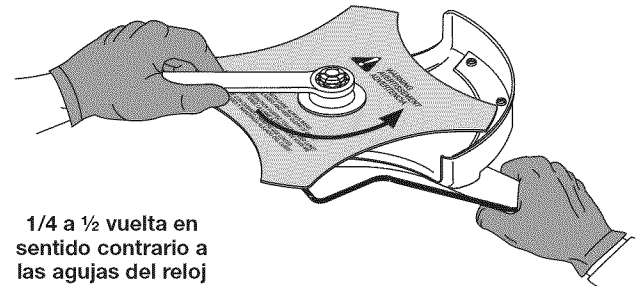

Fig. 20
- Si no tiene una llave dinamométrica, use una llave de boca cerrada o de cubo de 5/8 de pulgada. Gire la tuerca hasta que el retén de la cuchilla quede ajustado contra el buje del eje. Asegúrese de que la cuchilla esté bien instalada, luego gire la tuerca 1/4 o 1/2 vuelta más en sentido contrario a las agujas del reloj (Fig. 20).